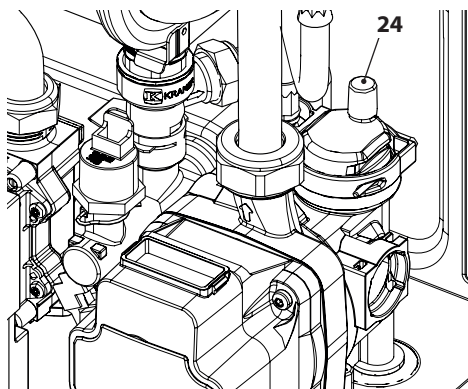

Figura 9.11
- Per facilitare lo svuotamento, svitare il tappo della valvola di sfiato automatica in Figura 9.11.